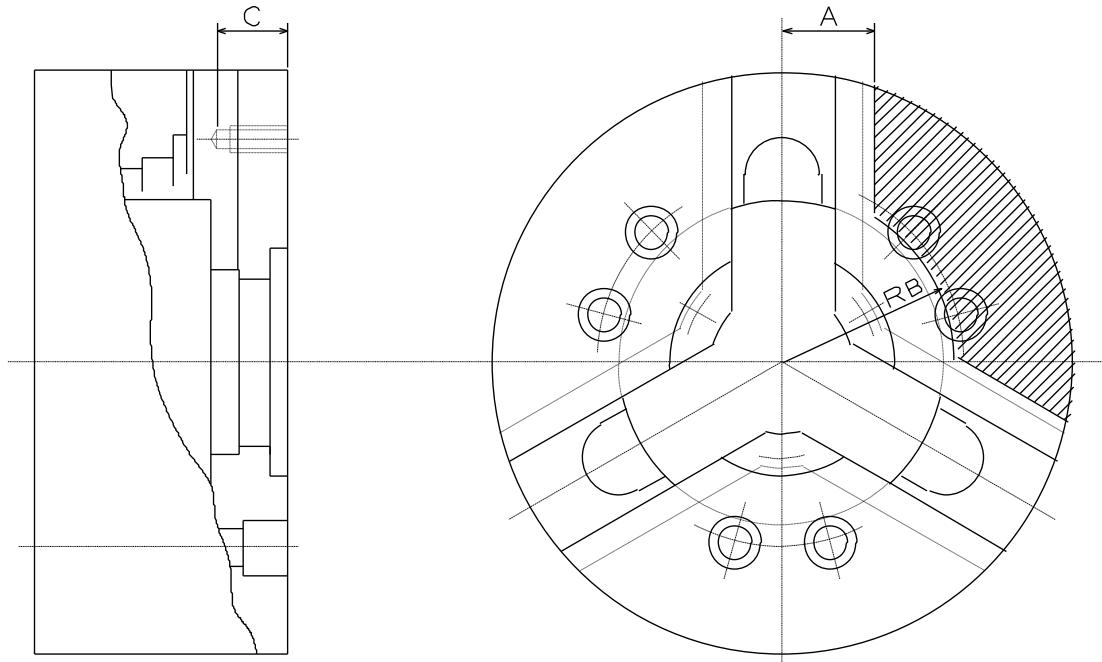

図 14
- チャックボディ表面にロケータや治具を取り付ける場合は、図 14 に示す追加工範囲内にタップまたは穴明けを行ってください。